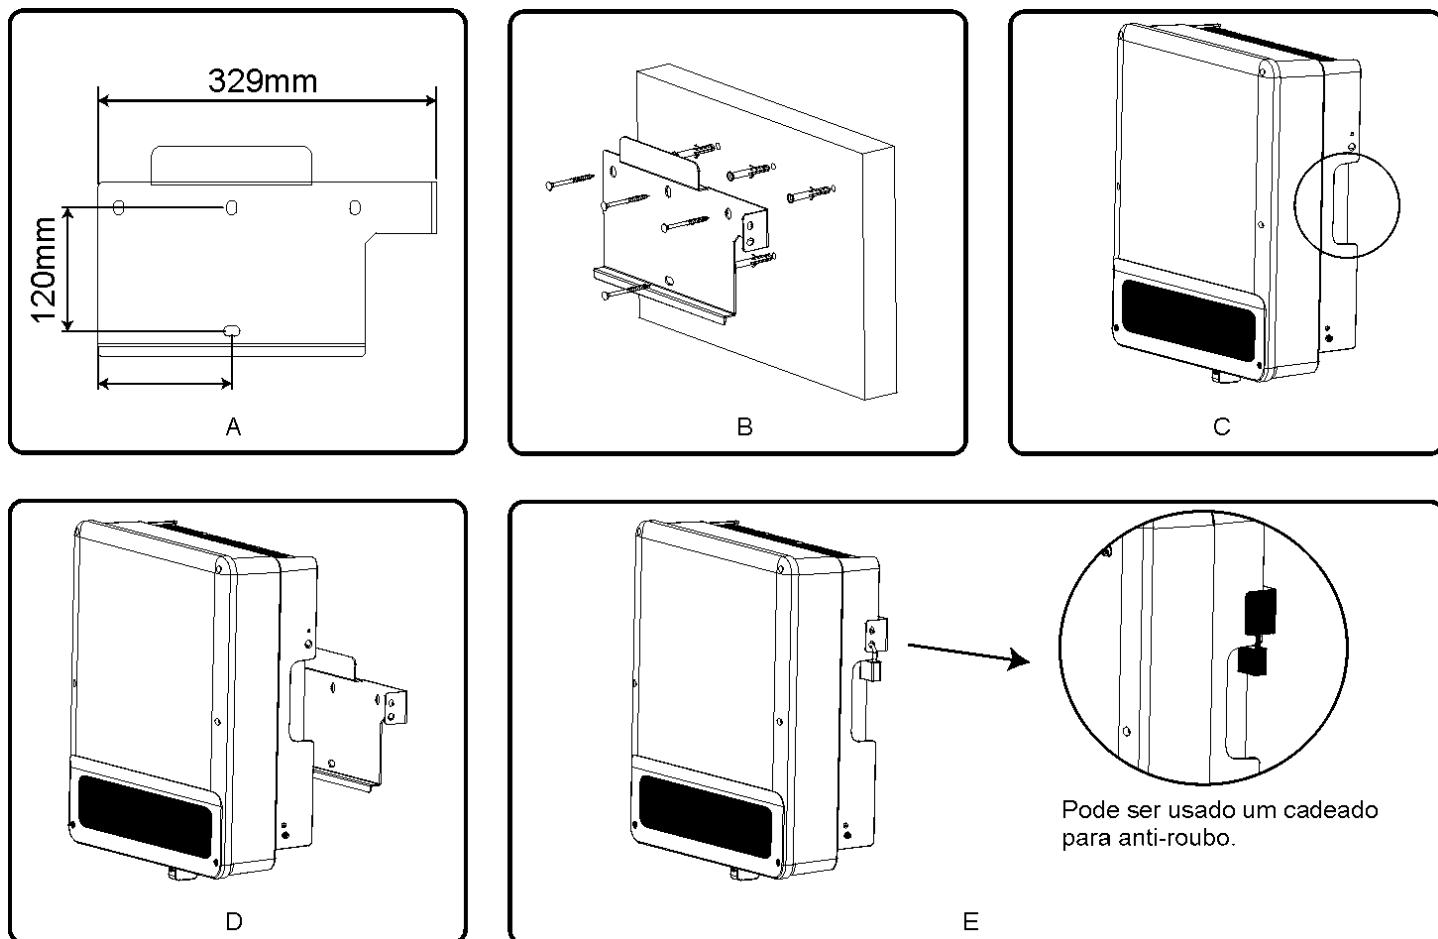

Figura 4.2.2-1
- (1) Utilize o suporte de parede como molde para indicar as posições dos furos na parede. Os furos devem ser 10 mm de diâmetro e 80 mm de profundidade, consulte a Figura 4.2.2-1A;
- (2) Fixe o suporte de parede usando os parafusos / buchas da caixa de acessórios;
- (3) Segure o inversor utilizando a abertura no dissipador conforme Figura 4.2.2-1C;
- (4) Coloque o inversor na parede.